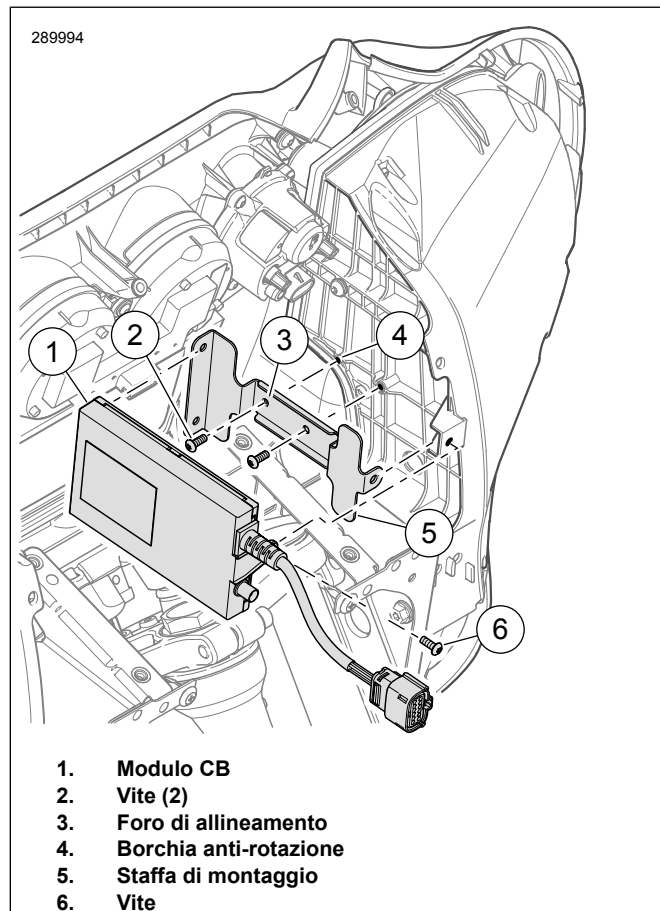

Figura 2. Installare il modulo CB: Carenatura montata sulla forcella
1. Vedere Figura 2 Allineare il foro (3) nella staffa di montaggio (5) con una borchia anti-rotazione (4).
2. Installare le viti (2). Serrare.